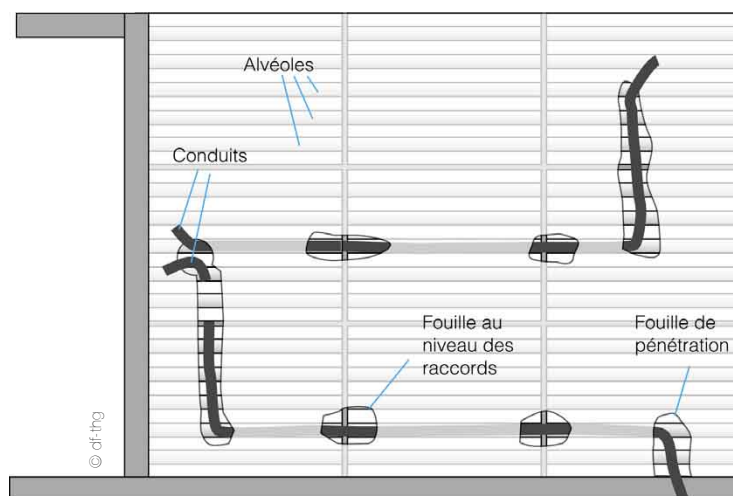

Figure 102 : Les engravements dans les cloisons creuses
- les saignées ou tranchées seront réalisées en suivant le sens des alvéoles pour les cloisons creuses (voir figure 102) et ne doivent s'étendre qu'à une alvéole ;